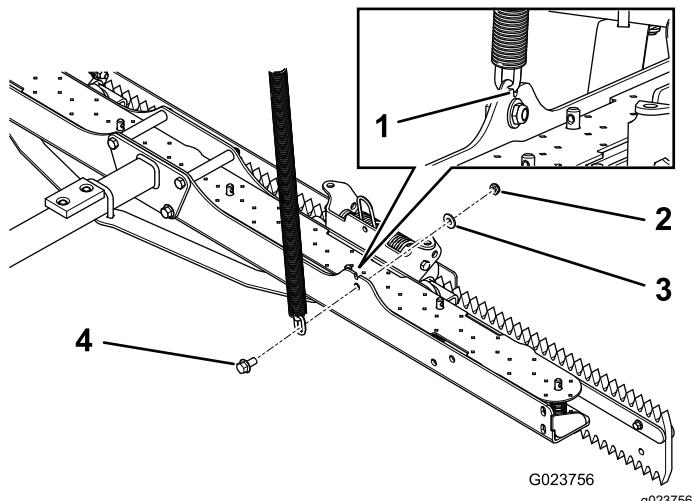

Figure 8
1. Insérez un boulon (3/8 x 3/4 po) dans une chaîne de levage et fixez-le à la plaque inférieure au moyen d'une rondelle (3/8 po) et d'un contre-écrou (3/8 po); voir la Figure 8.
**Remarque:** Pour empêcher les chaînes de changer de longueur en tournant, vérifiez que le deuxième maillon de la chaîne reste dans la fente au-dessus du trou de boulon, comme montré à la Figure 8.